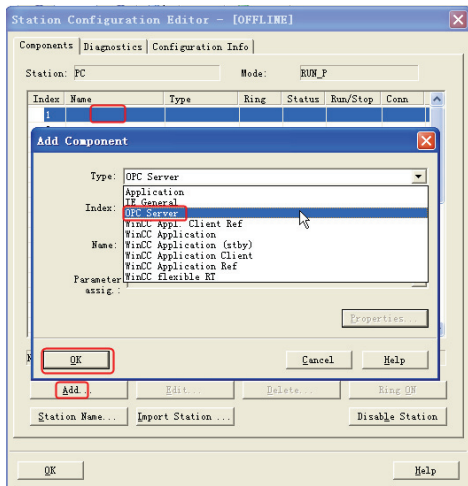

图 10-45 添加组件 (1)
2) 选择第一号插槽, 如图 10-45 所示, 单击“Add” (添加) 按钮或单击鼠标右键选择添加, 在添加组件窗口中选择 OPC Server, 单击“OK” (确定) 按钮, “OPC Server”添加到第一槽。